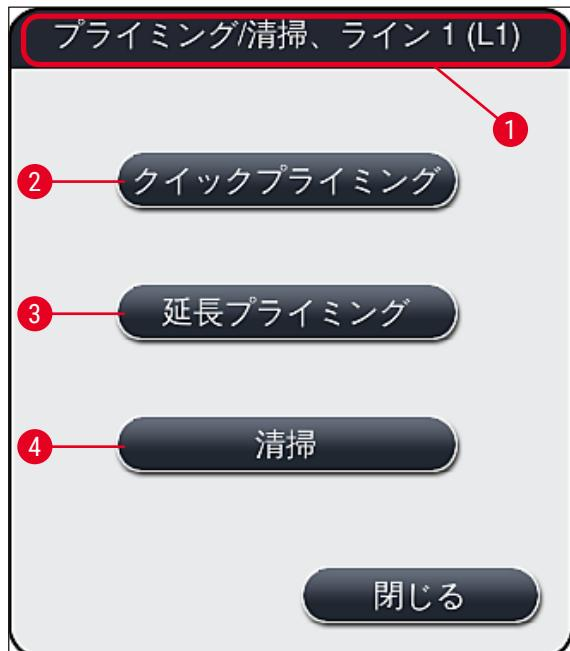

図 99
- ✓ 次図のようなメニューが開き (→ 図99)、3種類のプライミング/清掃プログラムが示されます。